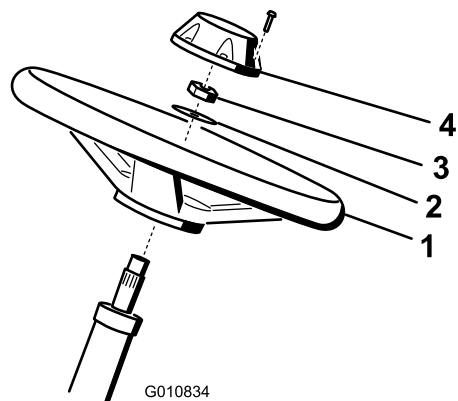

Figura 3
1. Faça deslizar o volante para a coluna de direção (Figura 3).
2. Faça deslizar a anilha para a coluna de direção (Figura 3).
3. Fixe o volante na coluna com uma porca de retenção e aperte-a com 27 a 35 N m (Figura 3).
4. Instale tampa no volante e fixe-a com um parafuso (Figura 3).